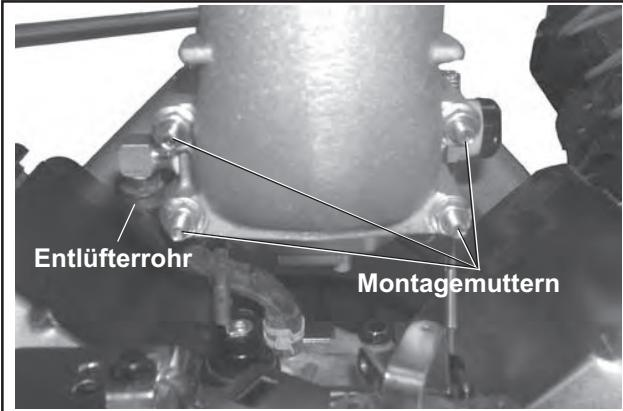

Abbildung 9-12. Entlüftungsschlauch, Montageschrauben und Adapter-Kurvenstück (Darstellung zweizylindriges Modell).
2. Die beiden Schrauben (Modelle mit einzylindrigem Vergaser), oder die geflanschten Sechskantschraubbolzen (Modelle mit zweizylindrigem Vergaser) entfernen, mit denen Adapter oder Kurvenstück befestigt sind. Siehe Abbildung 9-12.